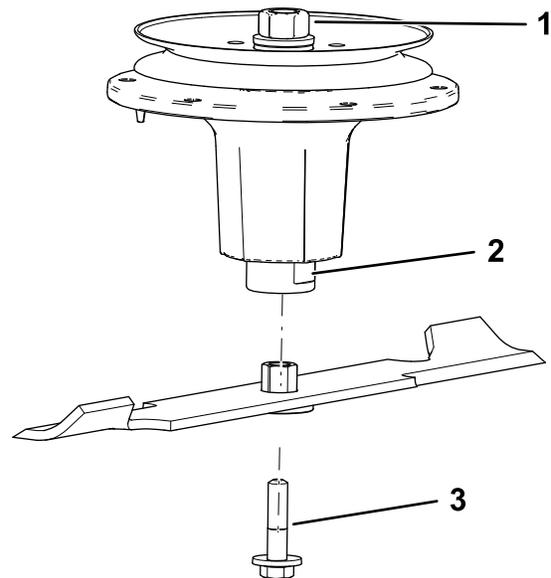

Figura 74
2. Montate il gruppo boccola/lama nell'albero del mandrino (Figura 74).